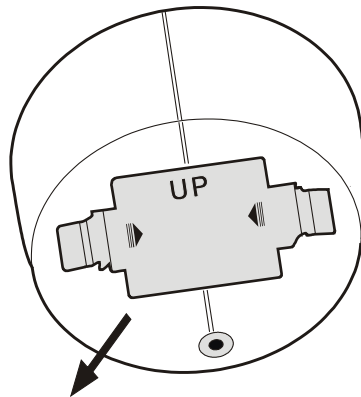

Figura 5
1. Prima a “tecla” no compartimento das pilhas na direcção da seta e retire a tampa do compartimento das pilhas (Figura 5). Nota: as letras UP encontram-se gravadas no compartimento das pilhas, pelo que não se engane na direcção.